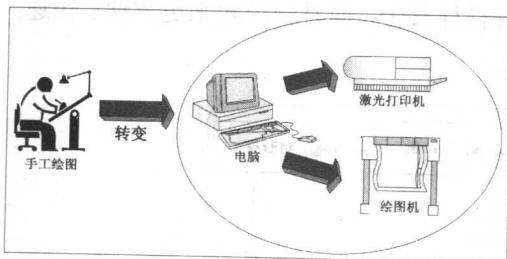

图 1-2 CAD 过程
- ◆ CAD (Computer Aided Design) 计算机辅助设计。它扮演着制图革命者的角色，淘汰了传统的制图工具，将设计制图的工作转移到计算机上进行，不仅提高绘图效率，对于图形的精确性与编辑图形的方便性也有了很大的提高，同时，大大节省了保存图文件的空间。目前被广泛应用于机械制图、工程规划流程图、电子电路图、土木营建、室内设计及其他相关领域（如图 1-2 所示）。